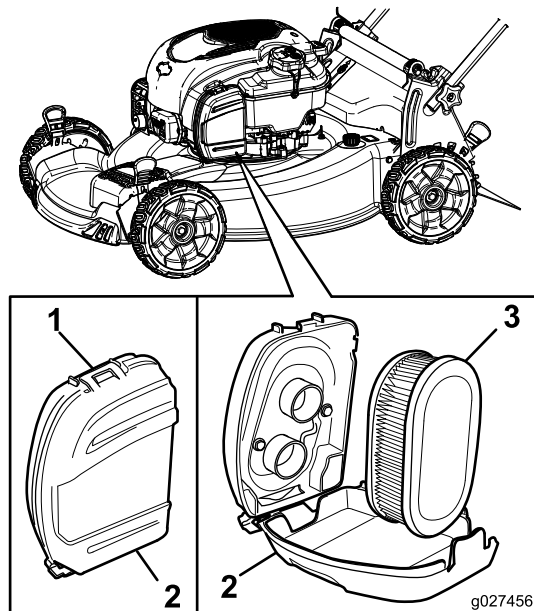

Figure 24
1. Déclipez le haut du couvercle du filtre à air (Figure 24).
2. Déposez le filtre à air (Figure 24).